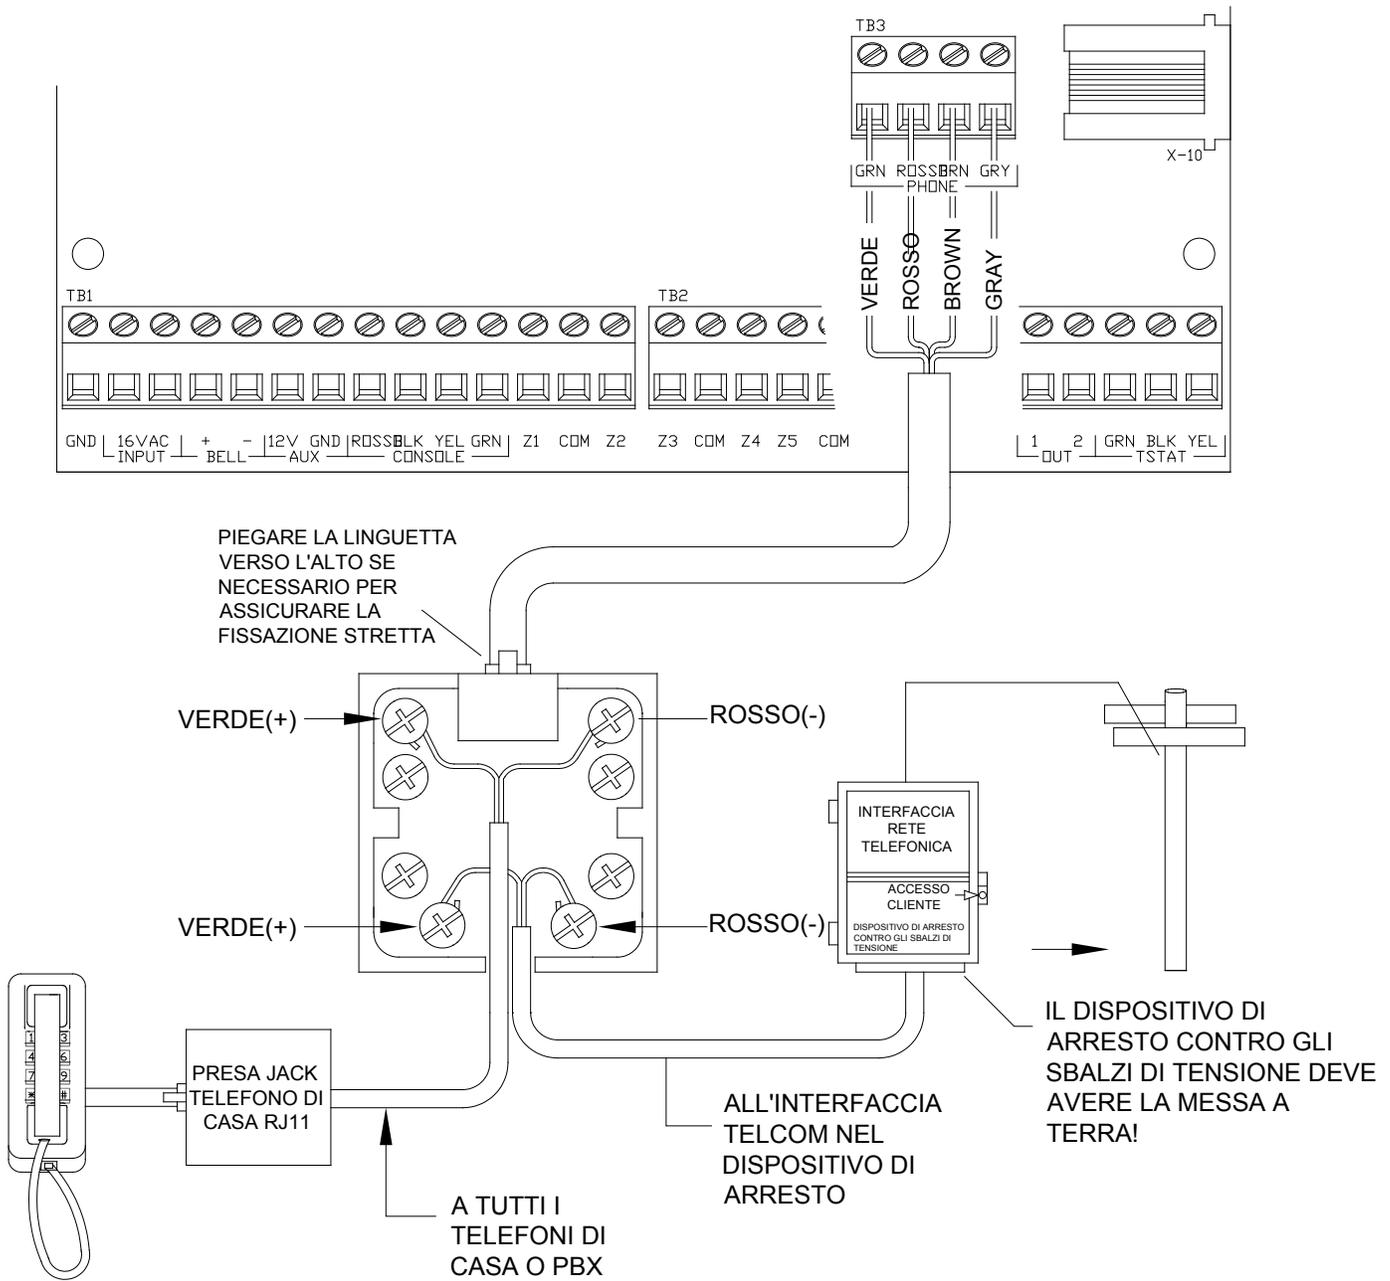

FIGURA 5 – COLLEGAMENTI DELLA PRESA JACK RJ31X
10. Fare riferimento alla **FIGURA 5 (COLLEGAMENTI DELLA PRESA JACK RJ31X)** per questa configurazione.